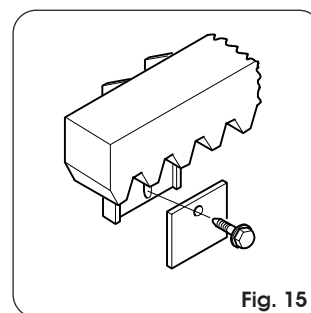

Fig. 15
4.8.3. Cremallera de nylon para atornillar (Fig. 15)